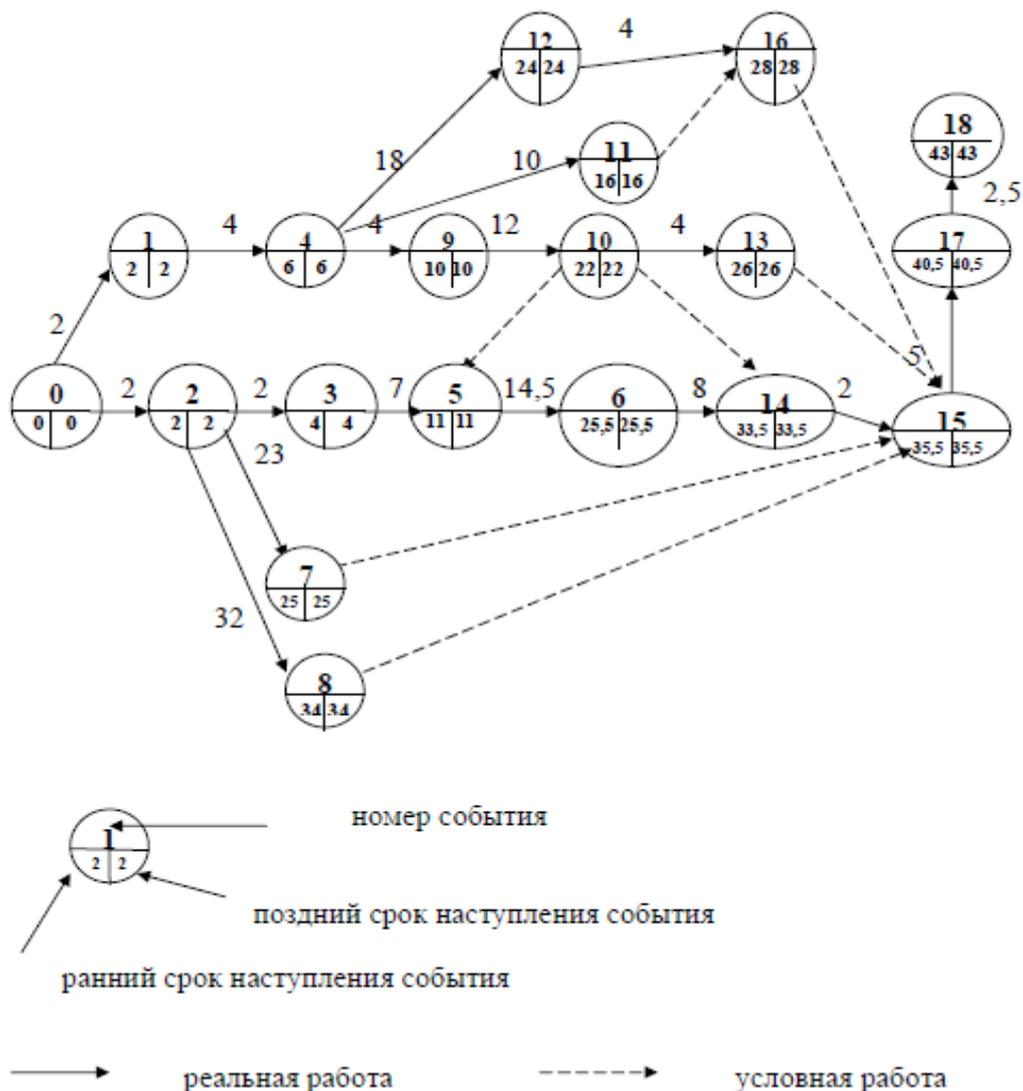

Рис. 1. Типовой сетевой график комплексной подготовки самолета Ил 96-300 в транзитном аэропорту (A_{TP})
Исходный масштабно-линейный график (рис. 1) содержит сведения о наименовании работ (исполнителей), продолжительности работ и отображает технологическую последовательность выполнения работ. Масштабно – линейный график строится в координатах исполнитель-время.
Типовая продолжительность работ указана в типовой документации подготовки данного типа ВС к полету. В данной контрольной работе совокупность документов типового технологического графика – это таблица параметров 1, технологический масштабный-линейный и сетевой графики, (рис. 1 и рис. 2, соответственно).
Отличие его от типового (рис. 1), заключается в замене времени выполнения работ с переменной продолжительностью на значения, рассчитанные по формулам (1)-(5). При изменении продолжительности работ изменится и длина критического пути.
- 5) Построить рабочие масштабно-линейный и сетевой графики подготовки ВС к полету (рис.1. и рис.2.).